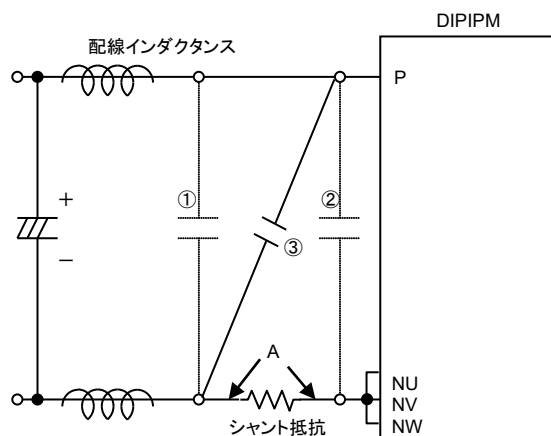

図 3-1-9 スナバ接続回路
図 3-1-9 のように、スナバコンデンサの挿入位置として①と②が考えられます。サージ電圧を最大限に除去するためにはスナバコンデンサを②の位置に設置する必要がありますが、シャント抵抗にはスナバコンデンサを通して充放電電流(配線インダクタンスとスナバコンデンサの共振電流)が流れます。配線インダクタンスが大きい場合、この充放電電流で短絡保護回路が動作する場合がありますので注意が必要です。